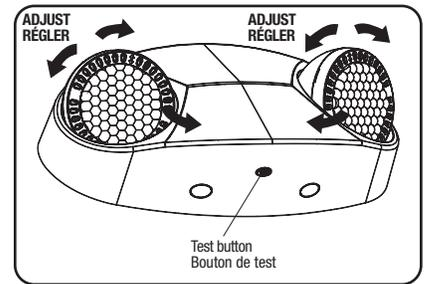

Fig. 5
8. Set the lamps directions on the required positions (Fig. 5).
2. Release the TEST Switch. DC lamps will be extinguished (Fig. 5).
7. Orienter les directions des lampes sur les positions requises (Fig. 5).
2. Relâcher l'interrupteur TEST (Fig. 5). Les phares s'éteindront.